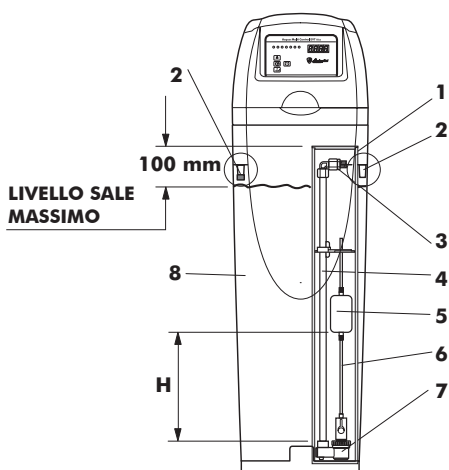

Fig. 5
- 1 Riempire il contenitore di sale fino a 100 mm dal bordo tubo scioglitore (vedi Fig.5)
Nota: Tappare con apposito tappo il troppo pieno non utilizzato (Vedi Fig.5 pos.2).